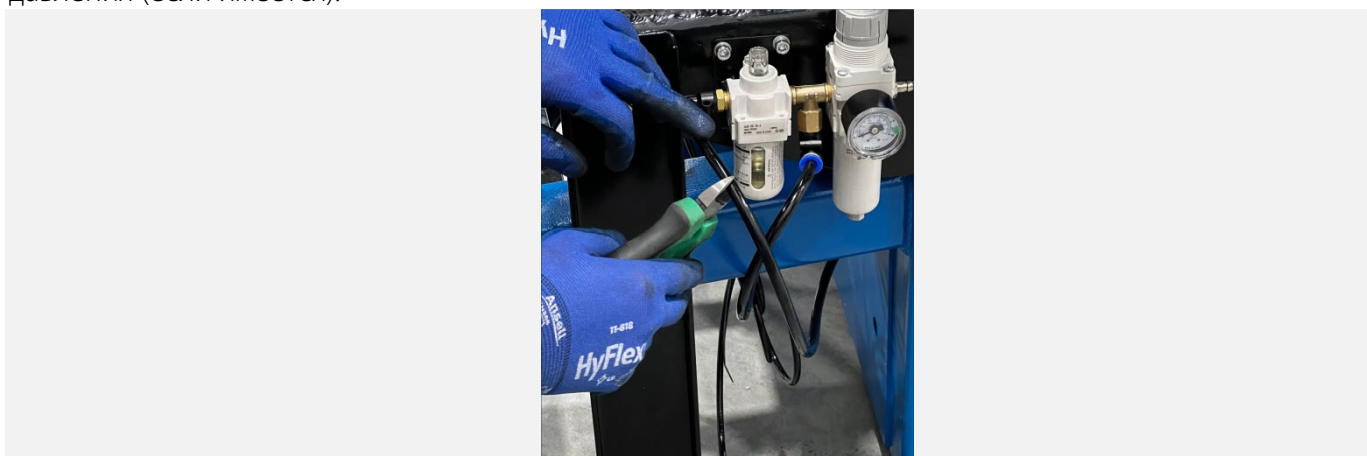

Рисунок 11
8.2.1 Разрежьте подающий шланг (рис.11) на расстоянии примерно 5 см. от регулятора давления (если имеется).